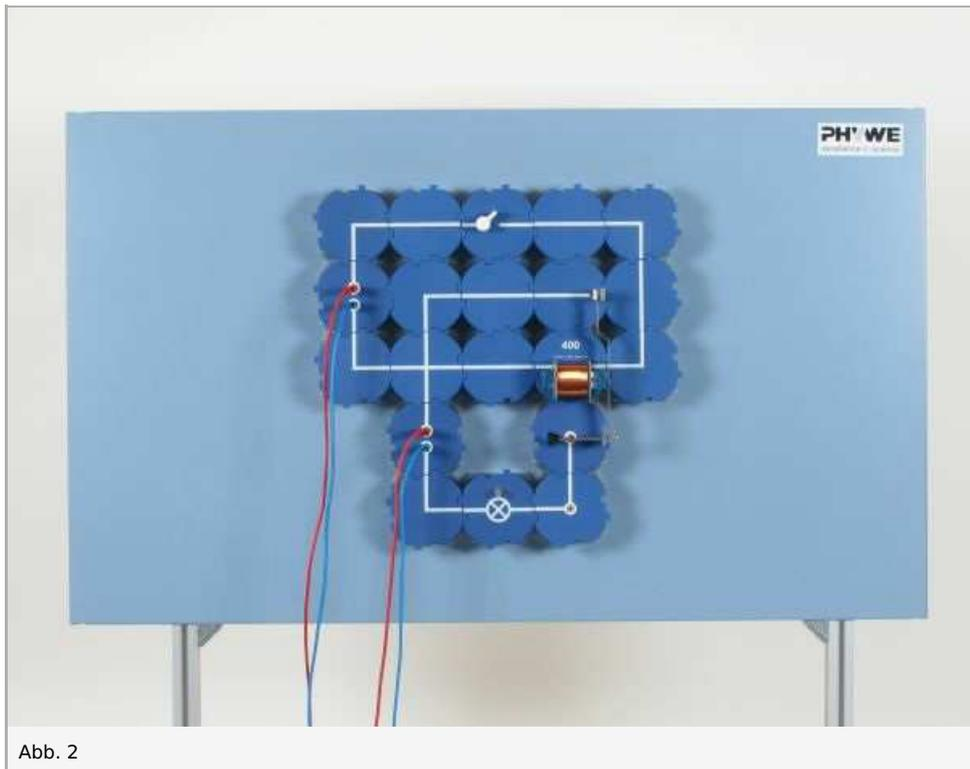

Abb. 2
- Schalter im Steuerstromkreis wiederholt schließen und öffnen; dabei die Kontaktfeder und die Glühlampe beobachten (1)
- Bei geöffnetem Schalter und ausgeschaltetem Netzgerät Versuchsaufbau entsprechend Abb. 2 variieren; Anker in gleicher Stellung belassen und mit der Rändelschraube des Kontaktbauteils den Kontakt so justieren, dass der Abstand zur Kontaktfeder ca. 2 mm beträgt
- Schalter (im Steuerkreis) wiederholt schließen und öffnen; dabei die Kontaktfeder und die Glühlampe beobachten (2)